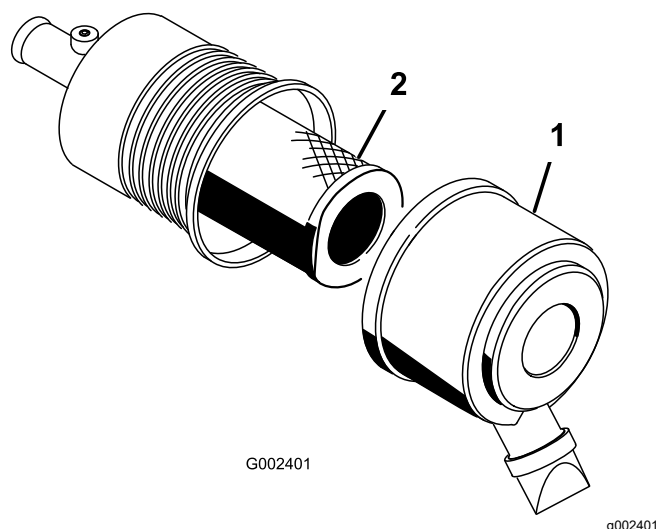

Figura 50
2. Liberte os trincos que fixam a cobertura do filtro de ar ao respetivo corpo (Figura 50).
3. Retire a cobertura do corpo do filtro de ar (Figura 50).
5. Retire e substitua o filtro (Figura 50).